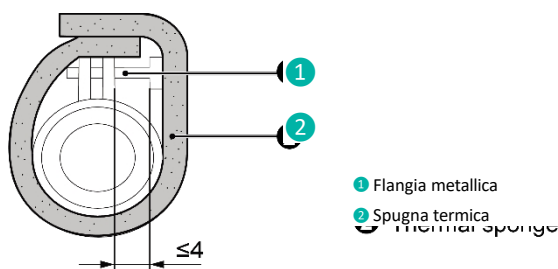

Fig. 4.3.3
- 3 Utilizzare la piastra di tenuta per isolare il collare di serraggio e il tubo, come illustrato nella Fig. 4.3.3.